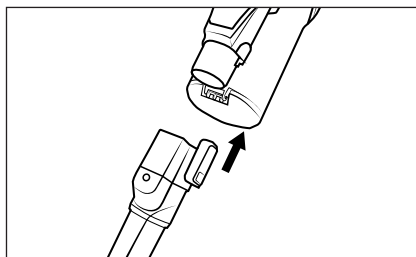

Fig. 14
- ♦ Infilare gli accessori sul tubo di aspirazione 23 oppure sull'apertura di aspirazione dell'apparecchio fino a quando non si innestano in posizione con un clic (vedere fig. 14). Assicurarsi che siano posizionati e fissati correttamente.